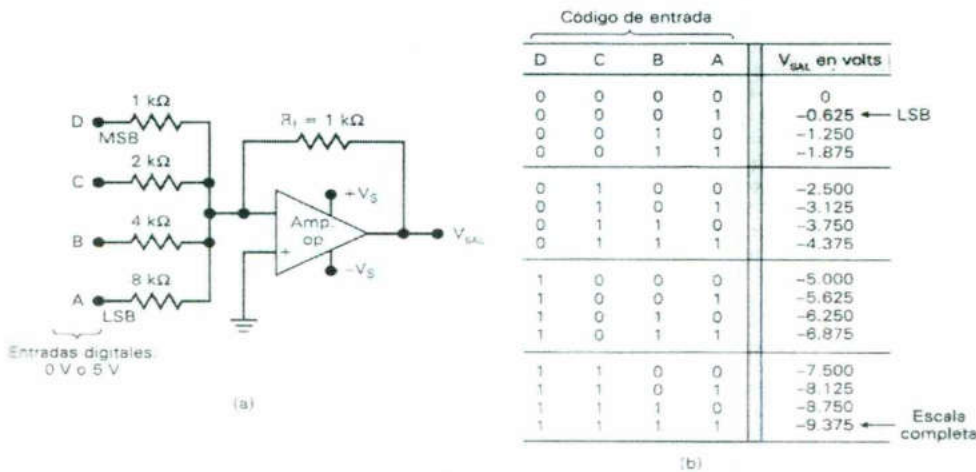
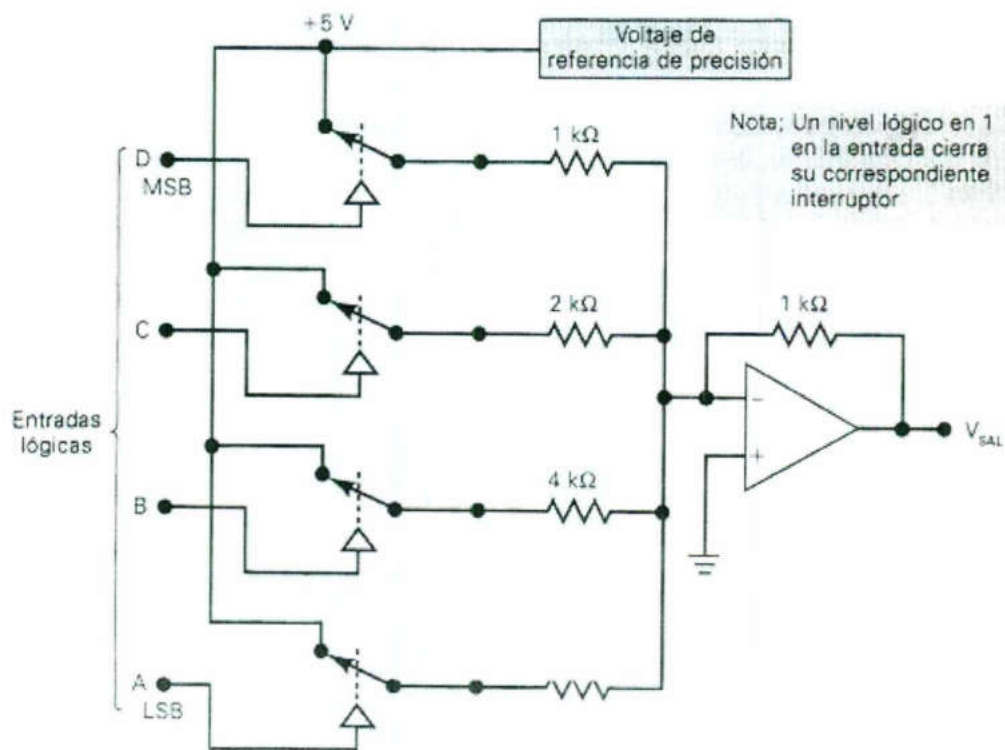

FIGURA 1
FIGURA 2
La Figura 1 (a) muestra el circuito básico para un DAC de 4 bits. Las entradas A, B, C y D son entradas binarias que se supone tienen valores de 0 V o 5 V. El *amplificador operacional* sirve como amplificador sumador, el cual produce la suma de los factores de ponderación de estos voltajes de entrada. El amplificador sumador multiplica cada voltaje de entrada por la proporción de la resistencia de retroalimentación a la resistencia de entrada correspondiente R_{ENT} . En este circuito $R_R = 1$ k Ω , de manera que el amplificador sumador pasa el voltaje en D sin atenuación. La entrada C tiene $R_{ENT}=2$ k Ω , de manera que será atenuada en $1/2$. En forma análoga, la entrada B será atenuada en $1/4$ y la entrada A en $1/8$.
El signo negativo está presente debido a que el amplificador sumador es un amplificador inversor. La salida del amplificador sumador evidentemente es un voltaje analógico que representa una suma de los factores de ponderación de las entradas digitales, como lo muestra la tabla de la Figura 1 (b). Esta tabla muestra todas las posibles condiciones de entrada y el voltaje de salida del amplificador resultante. La salida es evaluada con cualquier condición de entrada, poniendo las entradas apropiadas en 0 V o 5 V. Por ejemplo, si la entrada digital 1010, entonces $V_D=V_B=5V$ y $V_C=V_A=0V$. Así, al utilizar la ecuación anterior
Si se observan los valores de las resistencias en la figura 1, no debe ser ninguna sorpresa que éstos muestren factores de ponderación binarios. En otras palabras, comenzando con resistencia correspondiente al MBS, los valores de las resistencias aumentan por un factor de 2. Esto produce la ponderación deseada en el voltaje de salida.
La tabla de la Figura 1 (b) da los valores ideales de V_{SAL} en los diversos casos de entrada. La aproximación que logre este circuito al producir estos valores depende principalmente de dos factores: (1) la precisión de las resistencias de entradas y retroalimentación y (2) la precisión de los niveles de voltaje de entrada. Las resistencias pueden hacerse muy exactas (dentro de 0.01% de los valores deseados) por ajuste, pero los niveles de voltaje de entrada deben manejarse en forma distinta. Las entradas digitales no pueden tomarse directamente de las salidas de los FFs o compuertas lógicas, puesto que los niveles lógicos de salida de estos dispositivos no son valores exactos como 0 V y 5 V, sino que varían en un intervalo determinado. Por esta razón, se necesita añadir cierta circuitería entre cada digital y su resistencia de entrada al amplificador sumador, esta se muestra en la figura 2.